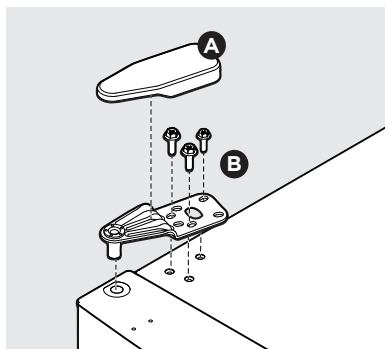

Figura 11
28. Vuelva a fijar la bisagra superior (B) del lado izquierdo del armario, usando una llave de 5/16". Vuelva a colocar la cubierta de la bisagra superior (A) (vea la figura 11).